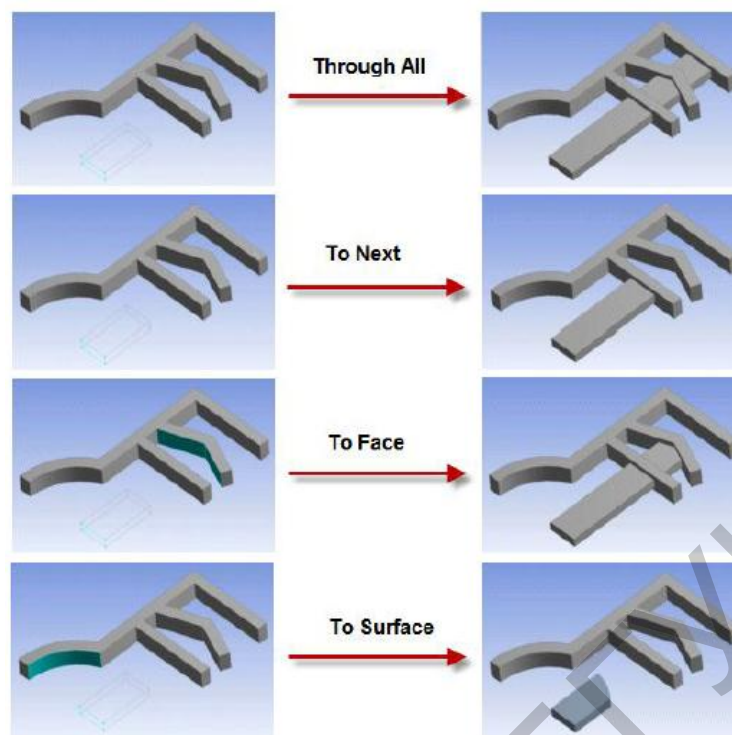

Рисунок 1.22 – Типы выдавливания
5. *Extent Type* – тип выдавливания. По умолчанию задано *Fixed* – выдавливание на фиксированное расстояние, но также может быть *Through All* – выдавливание через все поверхности, *To Next* – выдавливание до ближайшей поверхности, *To Face* – выдавливание до указанной грани тела без изменения поверхности контакта, *To Surface* – выдавливание до указанной грани тела с соответствующим изменением поверхности контакта (рисунок 1.22).